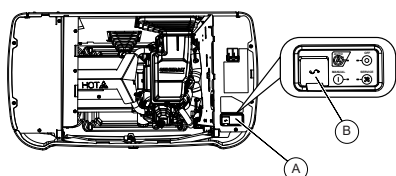

Figura 3-7. Painel de controle do gerador
Consulte Figura 3-7. A interface do painel de controle (A) está localizada sob a tampa do gabinete. Abra a tampa conforme indicado em Abertura da tampa do gerador.